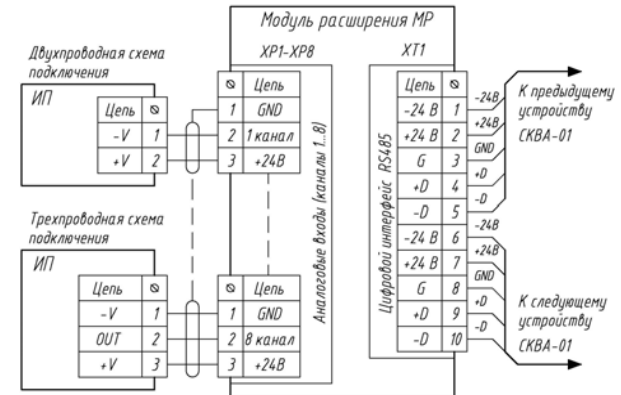

Рис.2
4.2 Подключение производить строго по схеме подключения рис.2.
4.3 Подключение ИП к MP и объединение MP с другими устройствами по интерфейсу RS485 выполняется по схеме рис.2 в следующем порядке:
- Подключите жилы кабелей к разъемам (ХР1-ХР16) в порядке, указанном в проектной документации и в соответствии со схемой рис.2. Подключение ИП к МР выполняется по схеме рис.2 (полярность подключения кабеля в случае двухпроводной схемы значения не имеет).